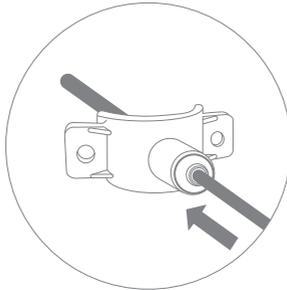

Рис. 13
3. Проденьте красную пластиковую трубку через штуцер хомута, чтобы она вышла с внутренней стороны хомута на 7...10 мм (рис. 13).